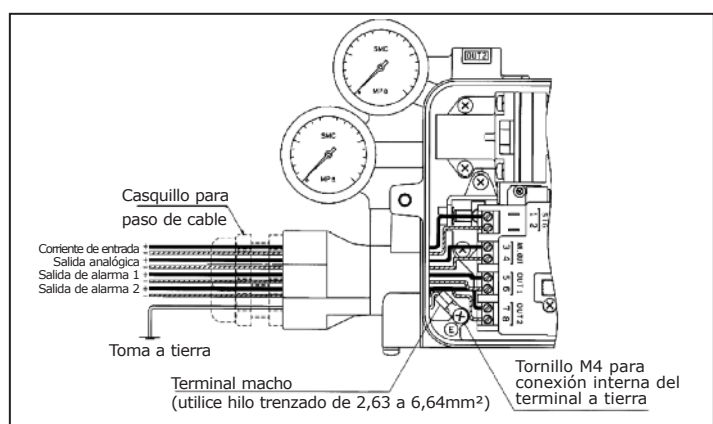

Fig. 7
- Conecte el cableado de corriente de entrada desde un medidor de ajuste (controlador) y conecte el cableado de salida como se muestra a continuación en la Fig. 7. La conexión de entrada de la conexión eléctrica dispone de un conector de cable (azul) M20x1.5.